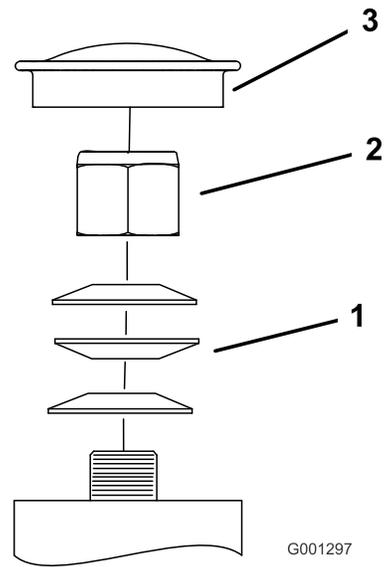

Figure 65
3. Retirez le capuchon antipoussière de la roue pivotante et serrez le contre-écrou (Figure 65).
4. Continuez de serrer le contre-écrou jusqu'à ce que les rondelles élastiques soient aplaties, puis desserrez-le de 1/4 de tour pour obtenir la précharge correcte des roulements (Figure 65).
Important: Veillez à placer les rondelles élastiques comme montré à la Figure 65.